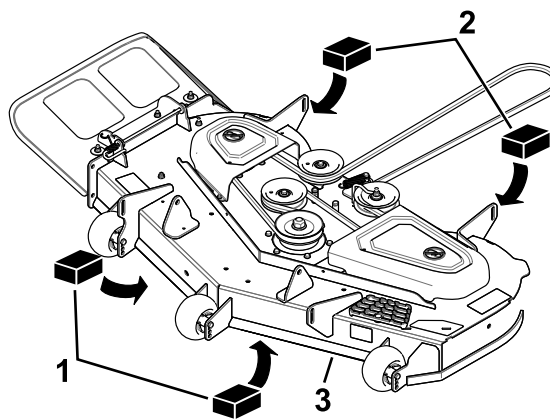

Figure 64
3. Placez deux cales de 6,6 cm (2⅝ po) d'épaisseur chacune sous chaque côté du bord avant du tablier de coupe, mais pas sous les supports des galets anti-scalp (Figure 64).
4. Placez deux cales de 7,3 cm (2⅞ po) d'épaisseur chacune sous le bord arrière de la jupe du tablier de coupe, une de chaque côté (Figure 64).